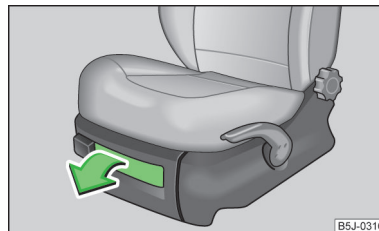

Fig. 73
- Per aprire lo sportello tirare la maniglia » fig. 73.